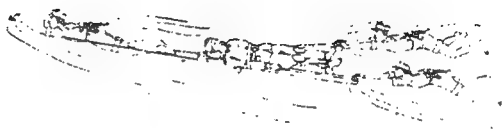

图 4
2. 用就便漂浮物押带的方法：除利用门板、竹筏等外，还可利用三根圆木捆扎成三角架，将俘虏仰卧绑在木架上，木架尖部朝前，由一人前拉，两人在后推进（图 4）。